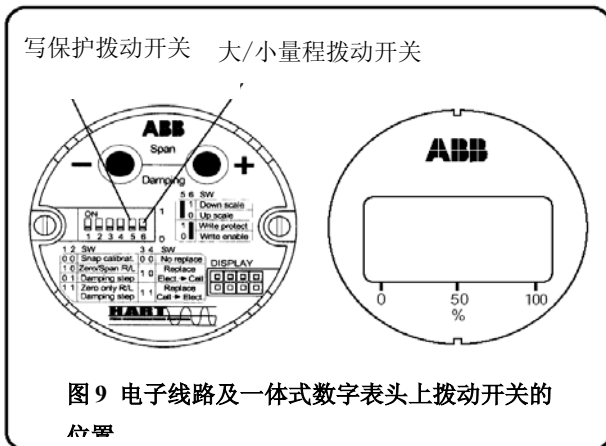

图 9 电子线路及一体式数字表头上拨动开关的位置
- iii) 位于电子模块上的写保护拨动开关处于 OFF（关闭）位置（可以写入）。通过旋开端子盖相反一侧的辅助单元外壳盖，可以接近拨动开关（见图 9）。
- iv) 大量程/小量程拨动开关位于所需功能的位置上：ON（开，小量程），OFF（关，大量程）（见图 9）。
注 – 为防止未授权的校验操作，将写保护连接放回 ON（开）位置（写保护）（图 9）。